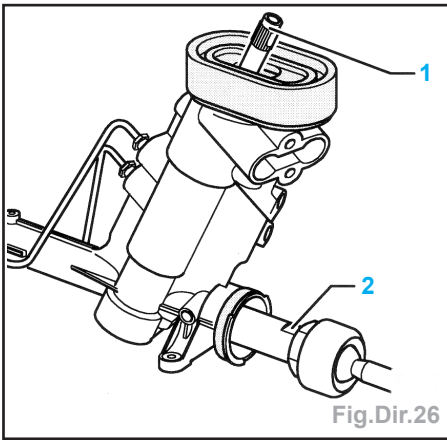

Fig.Dir.26
- Le réglage de la cote «a» s'effectue en tournant l'arbre d'entrée (1) du mécanisme de servodirection (Fig.Dir.26).